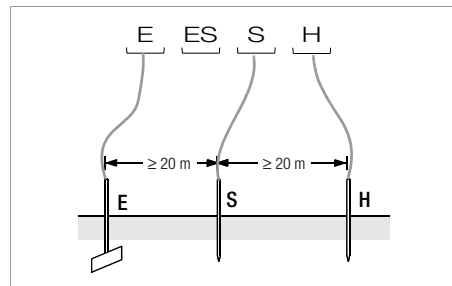

Figure 2 Mesure de la résistance de terre selon la méthode à trois fils
- Installez les perches de la sonde et de la prise de terre auxiliaire à au moins 20 m et 40 m de la prise de terre (voir figure 2, page 18).